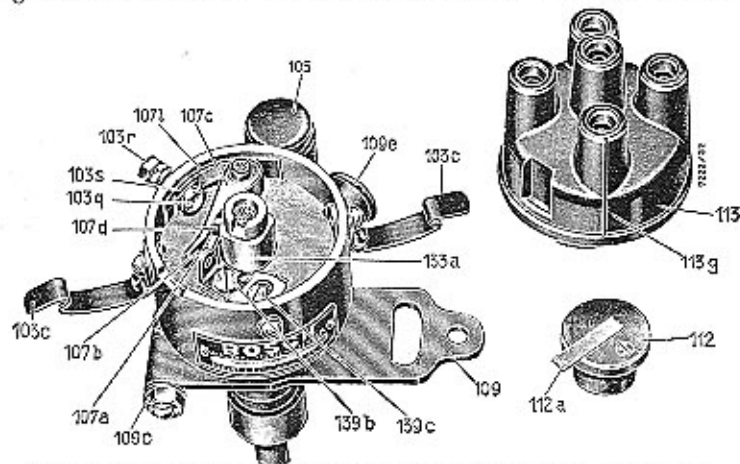

Bild 30. Zündverteiler VE 1 A, Verteilerscheibe und Verteilerläufer abgenommen.
Zahl 1, bei den Zündverteilern VE und VG mit Kabelführung parallel zur Verteilerwelle durch eine erhabene Strichmarke 113 g (Bild 30) gekennzeichnet. Die weiteren Kerzenkabel sind an der Verteilerscheibe entsprechend dem Drehsinn der Verteilerwelle und am Motor entsprechend der Zündfolge anzuschließen.
klemmen. Hierbei ist zu beachten, daß die untere Mutter auf dem Anschlußbolzen immer fest angezogen sein muß, damit beim Lösen oder Festziehen der oberen Mutter (103r) der Anschlußbolzen 103 g (Bild 30) sich nicht dreht und die Unterbrecher-Zugfeder 107 l aus ihrer Lage bringt. Beim Lockern und Festziehen der oberen Mutter 103 r sollte daher die untere Mutter stets mit einem Schraubenschlüssel festgehalten werden.
Hierzu muß die Verteilerscheibe 113 (Bild 30) abgenommen werden. Durch Fingerdruck auf den Unterbrecherhebel 107c werden die Kontakte 107a und
b) Zündverteiler VE: Schraube 139b (Bild 30) lockern und exzentrische Verstellerschraube 139c vorsichtig verdrehen, bis Kontaktabstand richtig. Hierauf Schraube 139b wieder festziehen.